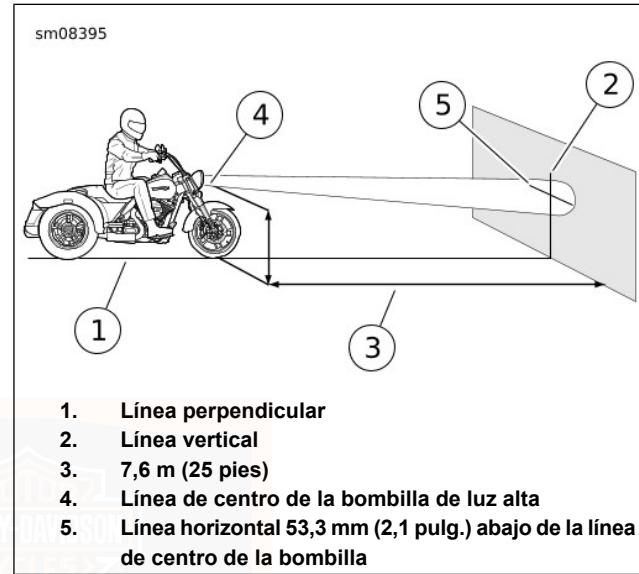

Figura 78. Alineación del faro delantero: FLRT
4. Vea Figura 78. Estacione la motocicleta en una línea de centro perpendicular (1) hacia la pared.
6. Dibuje una línea vertical (2) en la pared.